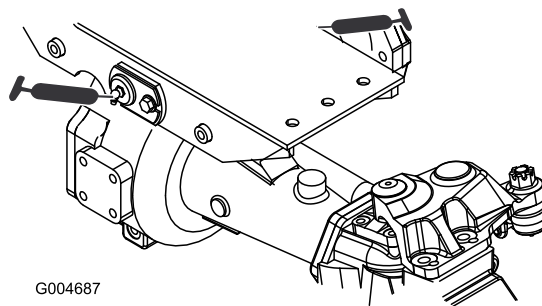

Bild 39
- Drehbüchsen an der Vorder- und Hinterachse (2) (Bild 39)